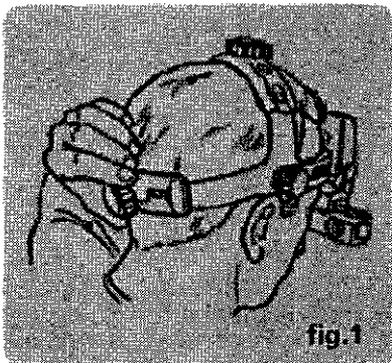
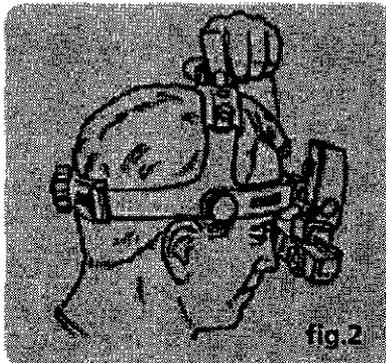

fig.1
fig.2
Ajuste el tamaño (A) fig.1 y la altura (B) fig.2, de modo que el instrumento se adapte cómodamente al perímetro y parte superior de la cabeza.